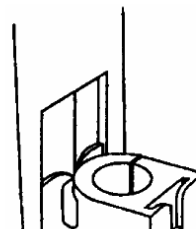

图 5 – 将支架的凹槽插进仪器的右手边
2. 轻轻地将支架的边缘对准仪器后，滑进去。确保支架安全准确地固定好。参见图 5。